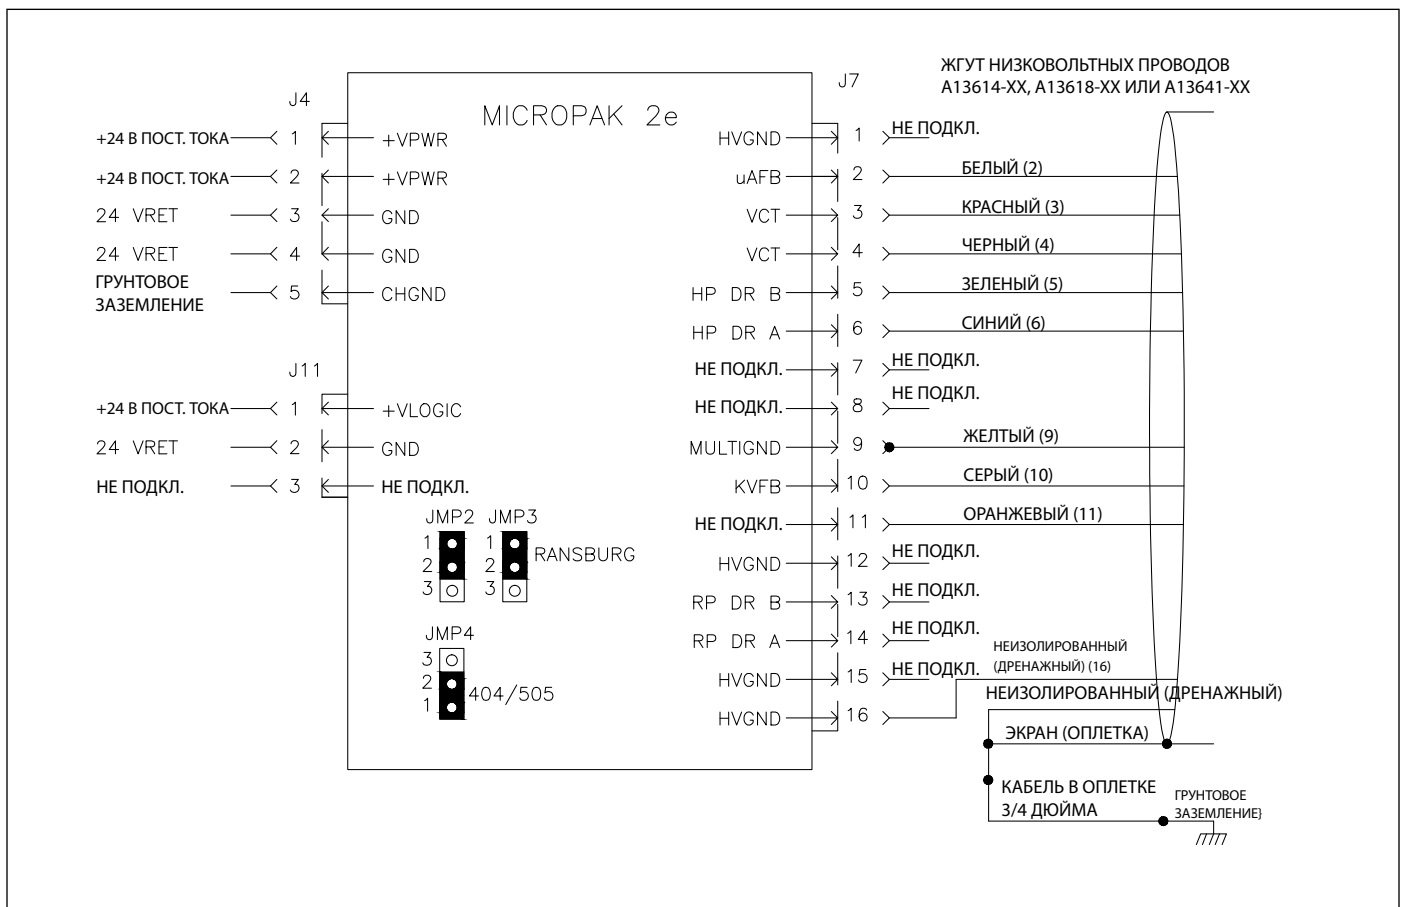

Рисунок 10: Контроллер MicroPak 2e с каскадным усилителем HP404, RP-404 и HP505
1. Источник питания должен быть заземлен только в одной точке через вывод для подсоединения заземляющего проводника в массу контроллера (выводы для подсоединения заземляющих проводников обозначены на рис. 10, 11 и 12).